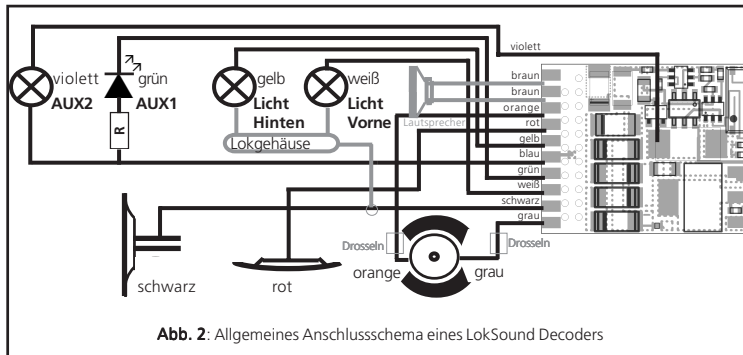
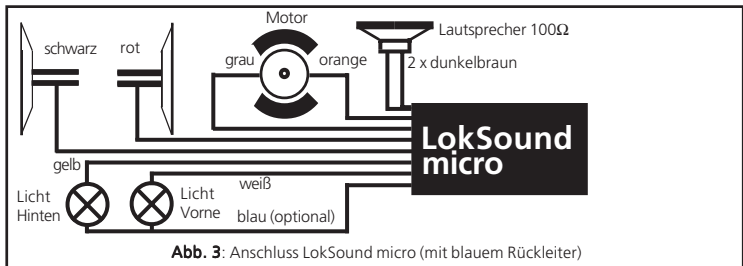

Abb. 2: Allgemeines Anschlussschema eines LokSound Decoders
Abb. 3: Anschluss LokSound micro (mit blauem Rückleiter)
- a) Die Lampen / Funktionen sind mit Ihrem gemeinsamen Anschluss gegenüber dem Lokgehäuse isoliert (also potentialfrei). Der dann nötige Anschluss wird in Abb. 2 dargestellt.
Bitte lassen Sie sich nicht davon verwirren, dass sowohl Abb. 2 als auch Abb. 3 den Anschluss eines Gleichstrom- oder Glockenankermotors zeigen: Wie ein Allstrommotor angeschlossen wird, zeigt Abb. 5
- Wenn die Lämpchen und Funktionen nicht mit der Gehäusemasse verbunden sind (siehe Abb. 2), müssen Sie alle übrigen Anschlüsse aller Lämpchen und Funktionen gemeinsam an das blaue Kabel anschließen. Dieses darf keinen Kontakt mit dem Lokchassis haben!
Verwenden Sie bei Loks, deren Licht- und Funktionsausgänge nach Abb. 2 verschaltet werden, ausschließlich **digitale Rauchgeneratoren**, z. B. Seuthe Nr. 11. Andere Raucheinsätze benötigen viel Strom. Teilweise sind Rauchgeneratoren mit mehr als 250mA Stromaufnahme im Handel!
Loks, die nach Abb. 3 verschaltet werden, benötigen nach wie vor einen analogen Raucheinsatz, z.B. Seuthe Nr. 10.